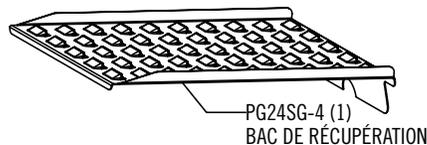

FIG. 8
1. Monter la lèchefrite comme indiqué aux Fig. 8 et 9.